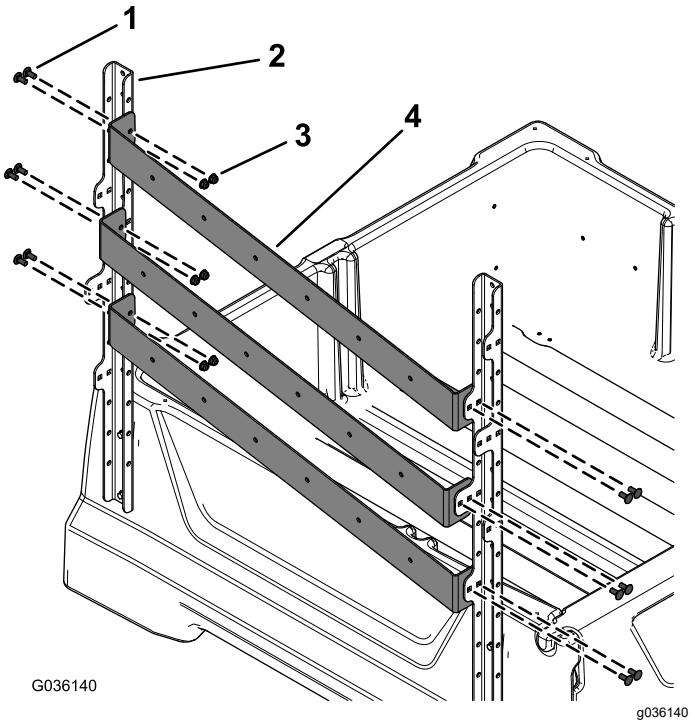

Figure 3
2. Fixez les 3 porte-pelles aux supports latéraux vitaux du cadre à l'aide de 12 boulons de carrosserie (5/16" x $\frac{3}{4}$) et 12 écrous à embase (5/16"), comme montré à la Figure 3.